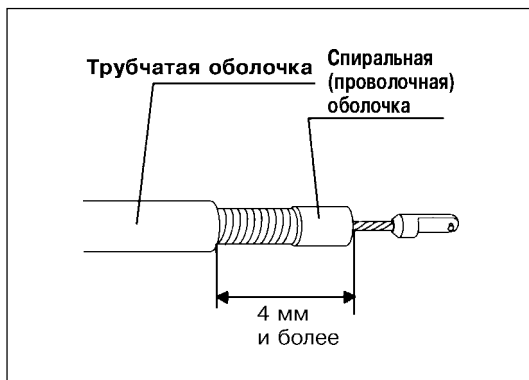

Рис. 3.2.
5. Максимально продвиньте подвижное соединение трубчатой оболочки в проксимальном направлении до срабатывания запирающего устройства. Убедитесь, что при этом спиральная (проволочная) оболочка выдвигается из отверстия на дистальном конце трубчатой оболочки не менее чем на 4 мм (см. рис. 3.2).